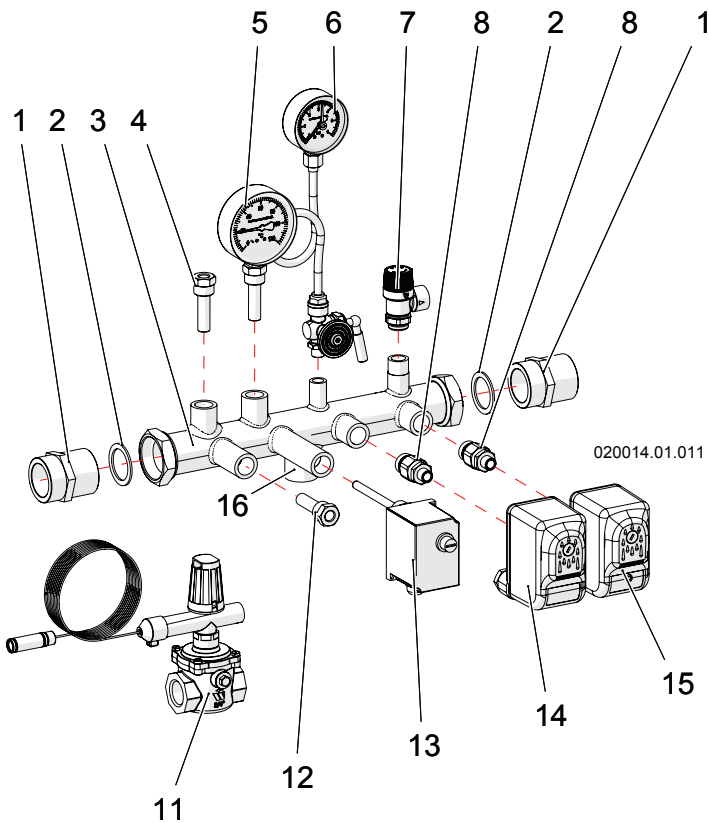
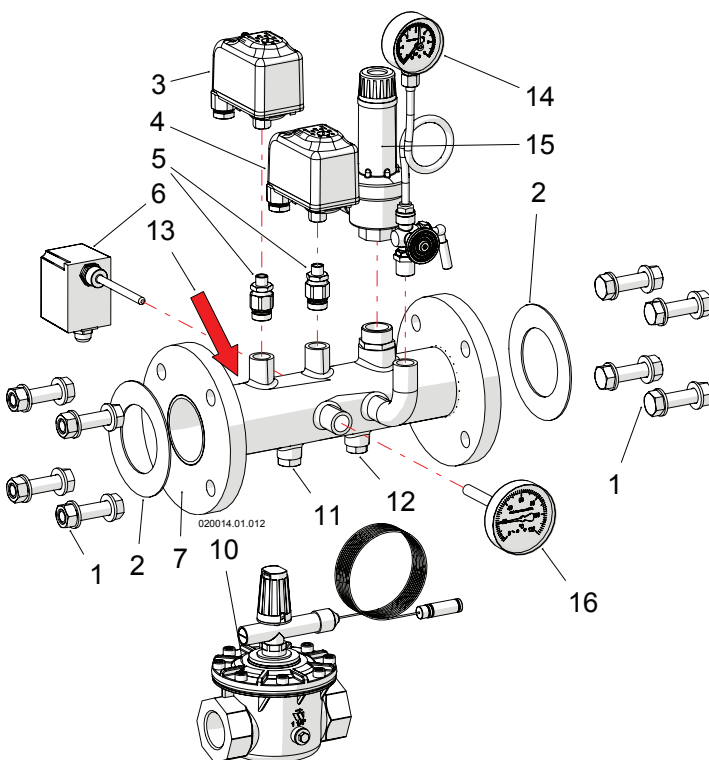

Figure 10-3 - KIT INAIL de 60T à 140T
Figure 10-4 - KIT INAIL de 180T à 280T
**ATTENTION !!!** Il est interdit d'installation des dispositifs d'arrêt entre l'appareil et la soupape de sécurité (pièce "7" de la fig. 10-3 et "15" de la figure 10-4). Pour une praticité d'installation COSMOGAS fournit, à la demande, les kits INAIL munis de dispositifs requis et de raccord prévu pour le logement de ceux-ci.
Sur la figure 10-3 le kit pour les modèles 60T, 70T, 100T, 115T et 140T.
Légende de la figure 10-3
**ATTENTION !!!** Le capteur de la vanne "11" (figure 10-3) doit être positionné dans le logement porte-sonde "4" et arrêté avec la vis de blocage.
Sur la figure 10-4 le kit pour les modèles 180T, 210T et 280T
Légende de la figure 10-4
**ATTENTION !!!** Le capteur de la vanne "10" (figure 10-4) doit être positionné dans le logement porte-sonde "11" et arrêté avec la vis de blocage.